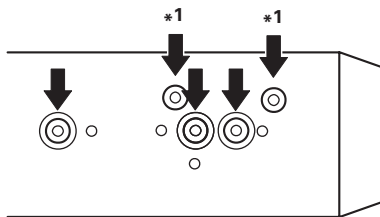
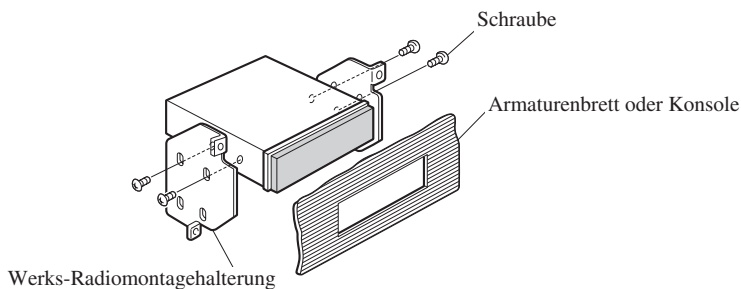

Abb. 12
Abb. 13
2. Anbringen dieses Produkts an die Werks-Radiomontagehalterung. (Abb. 12) (Abb. 13)